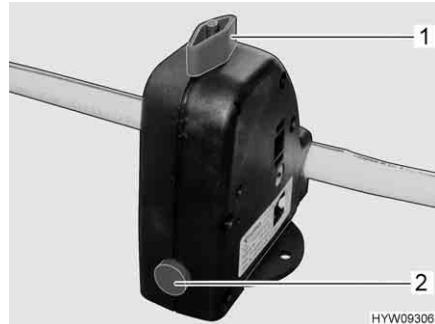

Fig. 108 Valvola di sicurezza/di scarico del boiler
Il boiler è dotato di una valvola di sicurezza/di scarico (Fig. 108). La valvola di sicurezza/di scarico impedisce che l'acqua congeli nel boiler in presenza di basse temperature esterne, quando il riscaldamento dell'autocaravan non è acceso.
Riempimento del boiler con acqua:	<ul style="list-style-type: none"> ■ Inserire l'alimentazione a 12 V. ■ Chiudere la valvola di sicurezza/di scarico. A tal fine ruotare la manopola (Fig. 108,1) verticalmente rispetto alla valvola di sicurezza/di scarico e premere verso l'interno il bottone automatico (Fig. 108,2). ■ Posizionare tutti i rubinetti dell'acqua su "Caldo" e aprirli. La pompa dell'acqua si inserisce. Tutte le tubature di acqua calda si riempiono di acqua. ■ Lasciare aperti i rubinetti dell'acqua fino a che l'acqua fuoriesce senza bolle d'aria. Solo in questo modo è assicurato che il boiler sia pieno di acqua. ■ Chiudere tutti i rubinetti dell'acqua.
- Aprire la valvola di sicurezza/di scarico. A tal fine ruotare la manopola (Fig. 108,1) nel senso della lunghezza della valvola di sicurezza/di scarico. Il bottone automatico (Fig. 108,2) scatta all'infuori. Il boiler viene svuotato verso l'esterno tramite la valvola di sicurezza/di scarico.